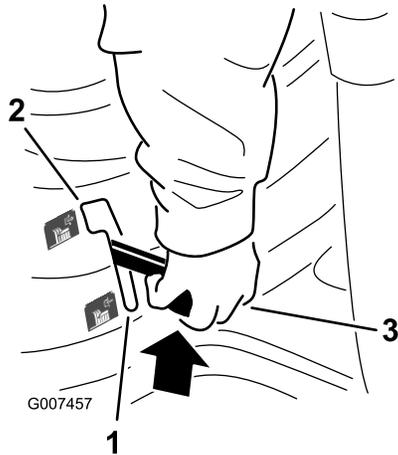

Figure 6
2. Lentement, placez la commande de lame (PDF) en position embrayée (Figure 6).
2. Mettez la commande des lames (PDF) en position Désengagée (Figure 6).